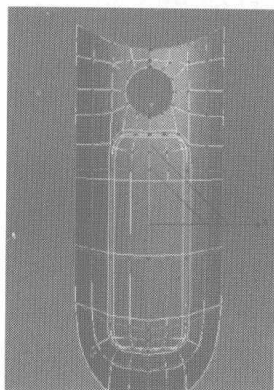
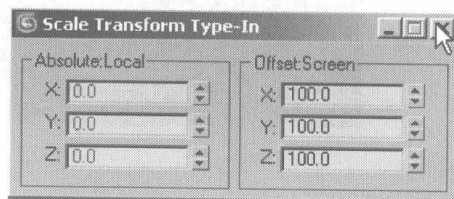

图 3.86
图 3.87
- 05** 隐藏其他物体后切换为节点编辑，框选如图 3.86 所示接缝部分的节点，在 按钮上单击右键，在弹出的对话框中设置缩放参数，如图 3.87 所示，再在 Edit Vertices 卷展栏中单击 右侧的小按钮，在弹出的对话框中设置参数，将接缝处的节点无缝连接，效果如图 3.88 所示。